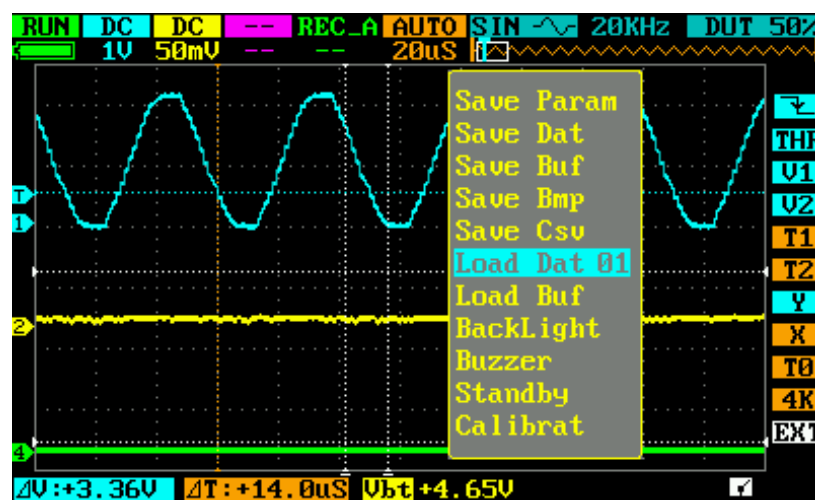

图 4.2
- 通道 A 输入未知待测信号，E 位置选择 REC_A，按下菜单键选择 Load Dat，如图 4.2。